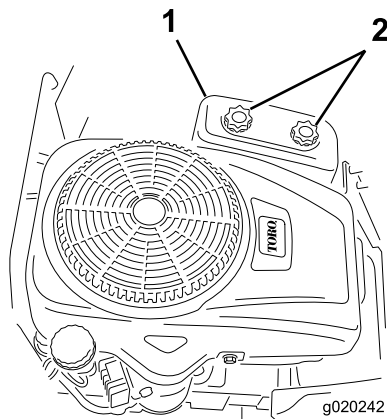

Bild 26
4. Schrauben Sie die zwei Handräder ab, um die Luftfilterabdeckung abzunehmen (Bild 26).